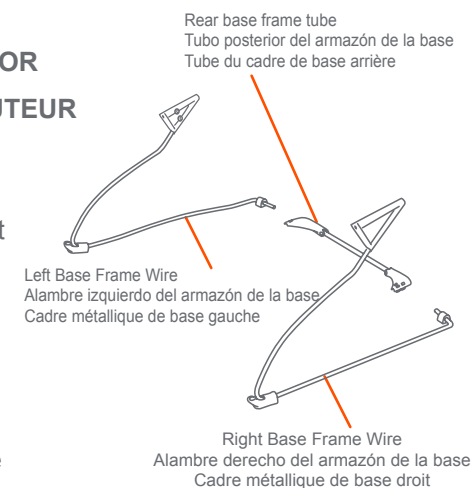
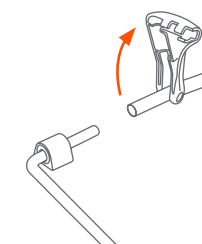

Fig. 1a
Fig. 1b
- 1) Place the rear base frame tube on a flat surface (Fig. 1a) and lift the plastic corners (Fig. 1b). Insert the left and right base frame wires into the rear base frame tube. Push the plastic corners back down until they snap securely onto the base frame wires (Fig. 1c). Set the assembled Base frame aside and proceed to step 2.
- Coloque el tubo del armazón de la base trasera sobre una superficie plana (Fig. 1a) y levante las esquinas de plástico (Fig. 1b). Introduzca los alambres derecho e izquierdo del armazón de la base en el tubo del armazón de la base trasera. Empuje las esquinas de plástico hacia atrás y abajo hasta que se fijen bien a presión en los alambres del armazón de la base (Fig. 1c). Deje a un lado la estructura de la base ensamblada y proceda con el paso 2.
- Placez le tube du cadre de base arrière sur une surface plane (Fig. 1a) et soulevez les coins en plastique (Fig. 1b). Insérez les cadres métalliques de base gauche et droit dans le tube du cadre de base arrière. Poussez les coins en plastique vers le bas jusqu'à ce qu'ils soient solidement enclenchés dans les cadres métalliques de base (Fig. 1c). Mettez de côté le socle monté et passez à la deuxième étape.